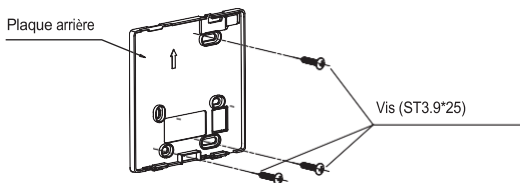

Fig. 3-3
- Pour un montage apparent, fixez la plaque arrière au mur à l'aide des 3 vis (ST3.9*25) et des chevilles. (Fig.3-3)